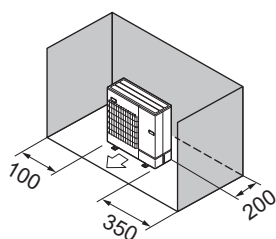

Fig. 2-9
- ③ Көдергілер тек артқы және бүйір жағында (Fig. 2-9)